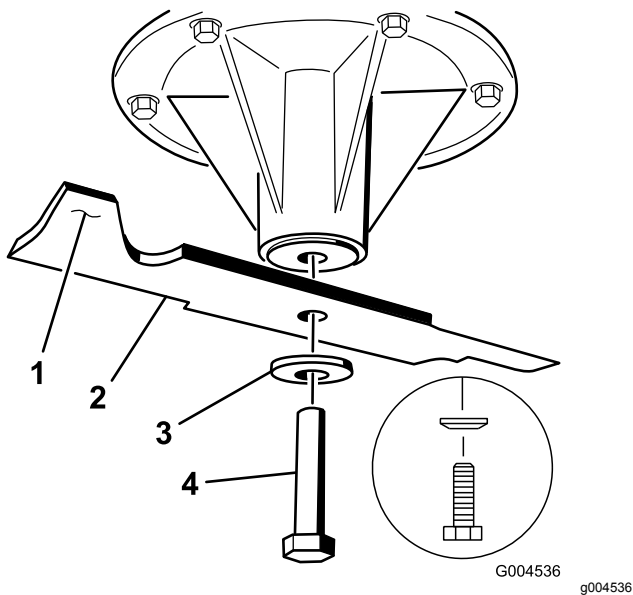

Figura 114
2. Retire a cavilha da lâmina, a anilha curva, e a lâmina do eixo (Figura 114).
1. Instale a lâmina no eixo (Figura 114).
2. Instale a anilha curva e o parafuso da lâmina (Figura 114).